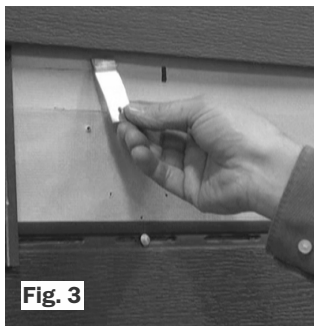

Fig. 3
- Instale los sujetadores de reemplazo del panel Celect insertando el extremo de la lengüeta de bloqueo del sujetador en el bloqueo por gravedad del panel que se encuentra encima del que retiró. Clave el sujetador a la pared. Coloque los sujetadores a un mínimo de 16" de distancia. Esto asegurará la parte inferior del panel (Fig. 3).